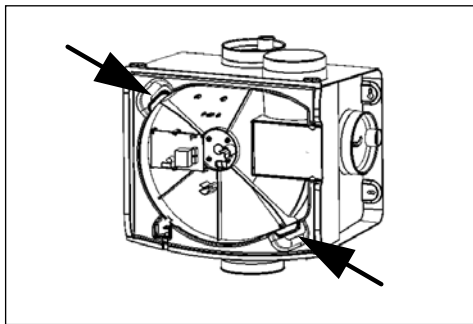

Fig. 11 Uitnemen motorplaat
Nadat de voorkap verwijderd is kan de motorplaat worden uitgenomen door middel van de 2 handvatten (pijlen fig. 11) U kunt nu op eenvoudige wijze de motor (en vochtsensor (H)) inspecteren of reinigen. Voorkom onbalans. Zorg ervoor dat al het vuil van de waaier verwijderd wordt.